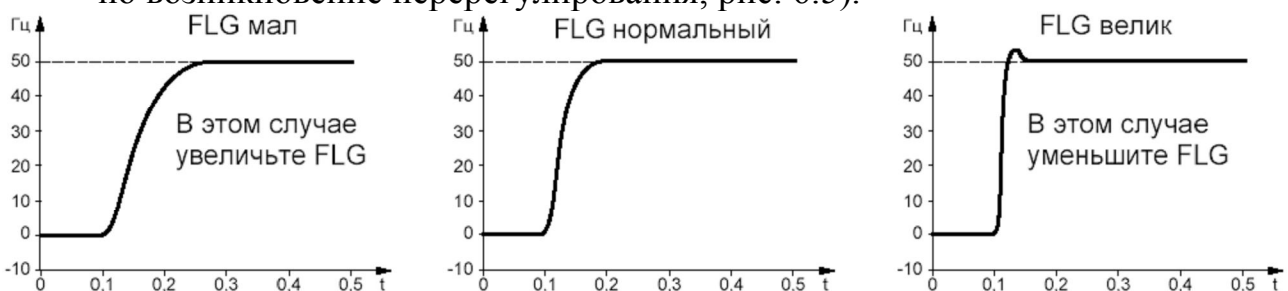

Рис. 6.3. Влияние параметра FLG на вид переходного процесса по частоте
- FLG (меню SEt-) – коэффициент усиления контура частоты, зависящий от момента инерции привода и определяющий длительность переходного процесса (рис. 6.3);